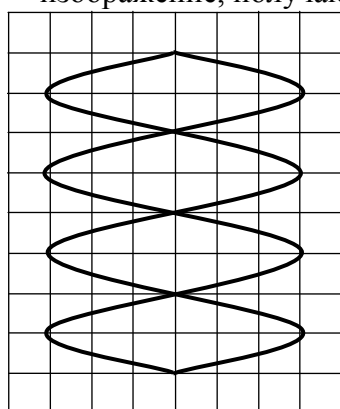

Рис. 10.
24. При измерении частоты синусоидального напряжения по методу фигур Лиссажу напряжение известной частоты было подано на вход Y, а известной – на вход X осциллографа. На экране возникла неподвижная фигура Лиссажу, показанная на рис. 10. Чему равна неизвестная частота f , если известная частота f_0 равна 100 Гц ?